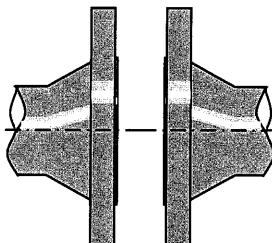

図3 面間が大きい
- ・フランジ面間が大きく開いていると、大きなボルト締付力を与えても、実際のガスケット面圧が小さく、漏れの原因となりますので修正して下さい。(図3参照)